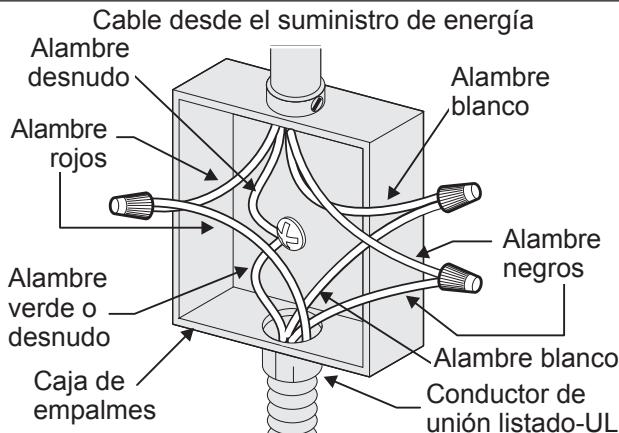

Figura 4- CAJA DE EMPALMES
Si el horno se usa en una instalación de circuito de ramal nuevo (1996 NEC), en una casa rodante, en un vehículo para recreación o si los códigos locales NO permiten la conexión a tierra a través del cable neutral (blanco), el armazón del electrodoméstico NO TIENE QUE estar conectado al alambre neutro del sistema eléctrico de 4 alambres (ver Figura 4):
3. En el caja de juntas: conectar el aparato y los cables residenciales como se muestra en la Figura 4.